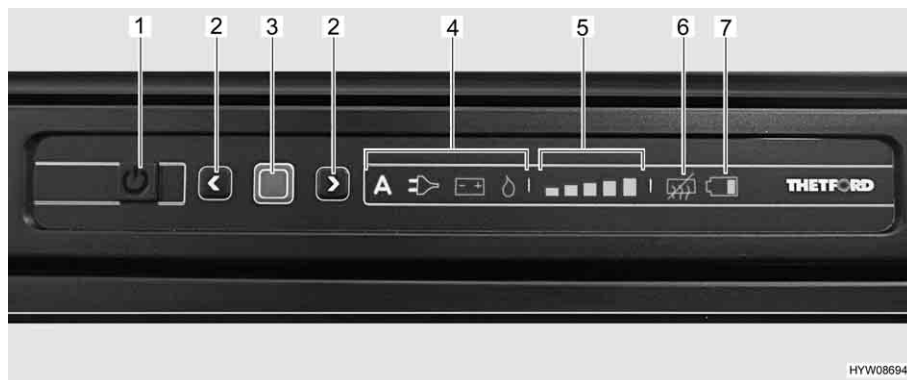

Fig. 226 Panneau de commande DEL (réfrigérateur Thetford)
- Appuyer sur la touche Marche/Arrêt (Fig. 226,1) pendant 1 seconde. La touche s'allume en vert. L'affichage devient plus sombre pour des raisons d'économie d'énergie au bout d'env. 10 secondes.
- Appuyer sur la touche de confirmation (Fig. 226,3). Le dernier mode de fonctionnement qui a été choisi est affiché.
- Appuyer sur la touche de confirmation (Fig. 226,3) pendant env. 2 secondes. Les symboles des modes de fonctionnement clignotent.
- Sélection manuelle d'énergie : Sélectionner la source d'énergie désirée avec les touches fléchées (Fig. 226,2).
- Sélection automatique d'énergie (uniquement sur le modèle à sélection automatique d'énergie) : Sélectionner le mode de fonctionnement "A" avec les touches fléchées (Fig. 226,2).
- Confirmer la sélection avec la touche de confirmation (Fig. 226,3).
- Appuyer de nouveau sur la touche de confirmation (Fig. 226,3). L'affichage du degré de réfrigération (Fig. 226,5) clignote.
- Pour changer le réglage, appuyer sur les touches fléchées (Fig. 226,2) jusqu'à ce que le réglage désiré soit affiché.
- Appuyer sur la touche Marche/Arrêt (Fig. 226,1) pendant env. 2 secondes. Toutes les lampes s'éteignent. Le réfrigérateur est coupé.
Lorsque le réfrigérateur est mis en marche, il choisit automatiquement le dernier réglage du thermostat qui a été choisi. Ce réglage peut cependant être corrigé manuellement à l'aide des touches fléchées (Fig. 226,2). Il faudra attendre quelques heures jusqu'à ce que le réfrigérateur ait atteint sa température normale de réfrigération. Le réglage du thermostat est conservé en cas de commutation sur un autre mode de fonctionnement.